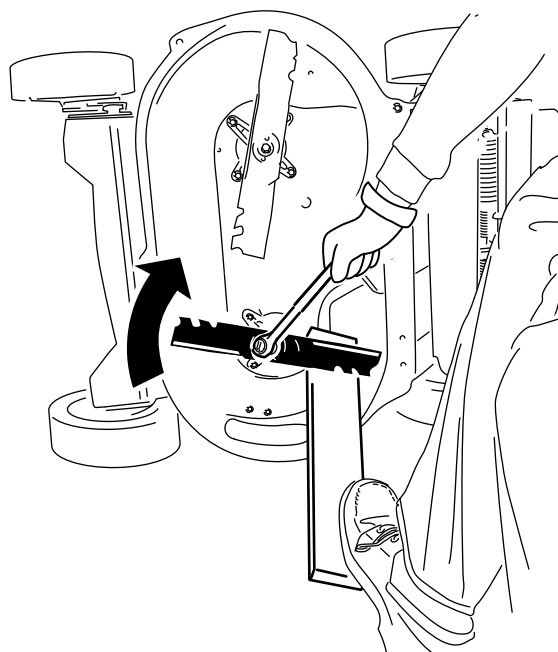

Figura 36
2. Apoye cada cuchilla en un trozo de madera, y gire el perno de la cuchilla en el sentido de las agujas del reloj con una llave dinamométrica, según se muestra en Figura 36; apriete el perno de la cuchilla a 82 N·m (60 pies-libra).